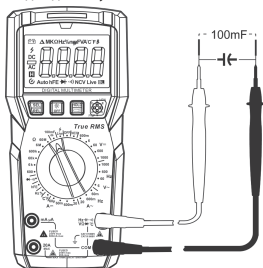

Рис. 9. Измерение емкости
7.6. Измерение емкости (см. рис. 9)